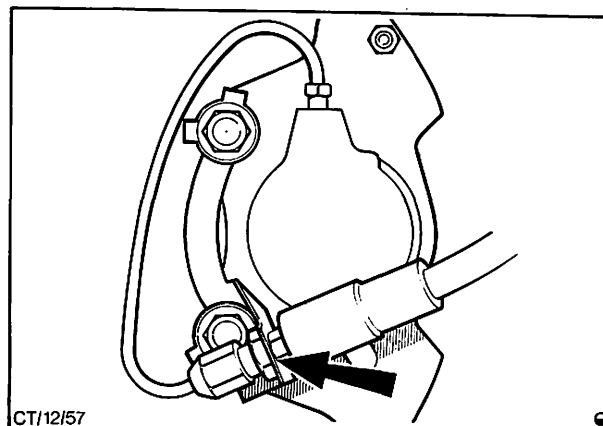

Abb. 28 Bremsschlauchanschluß an Bremssattel
3. Bremsschlauch am Sicherungsblech – Bremssattelbefestigung lösen, Abb. 28, und Leitungsenden mit Stopfen verschließen.